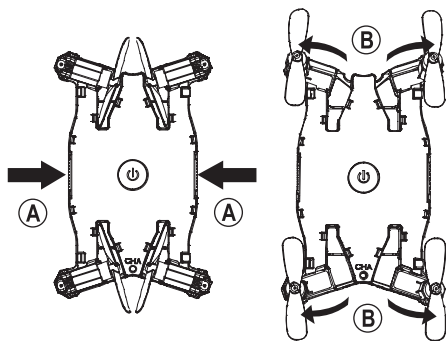

Bild 3
Drücken Sie hierzu die beiden Entriegelungsknöpfe (siehe Bild 3, Pos. A), bis die Rotoren hör- und sichtbar einrasten (B).